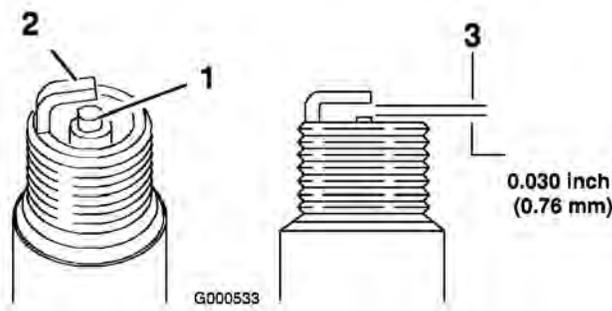

Figura 48
1. Veja a parte central das velas de ignição (Figura 48).
2. Verifique a folga entre os eléctrodos central e lateral (Figura 48) e dobre o eléctrodo lateral, se verificar uma folga incorrecta.